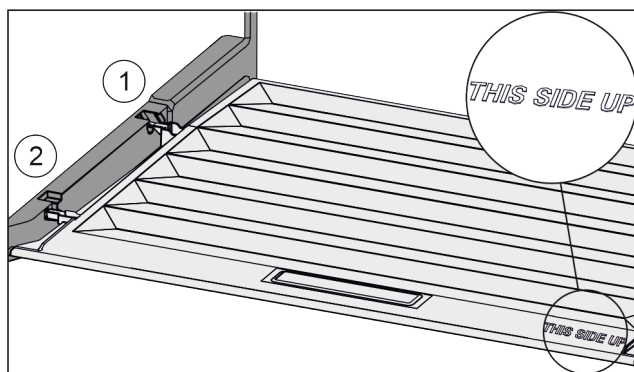

Fig. 125
- ▶ Výstupky víka zaveďte do zadních držáků Fig. 125 (1) a vpředu zaklesněte do držáku Fig. 125 (2).